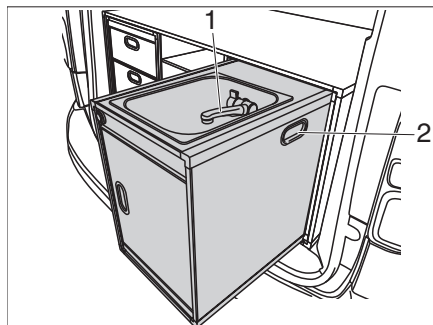

Figura 19 Módulo de enjuague
El módulo de enjuague puede desmontarse si es necesario. El grifo (Figura 19,1) y la función de carga de la toma USB se puede seguir utilizando incluso cuando está desmontado. Con la batería de litio cargada en la parte posterior del módulo de enjuague este también se puede utilizar en exteriores.
- Sujetar de las empuñaduras empotradas (Figura 19,2) a la izquierda y derecha, levantar el módulo de enjuague y retirarlo del vehículo.